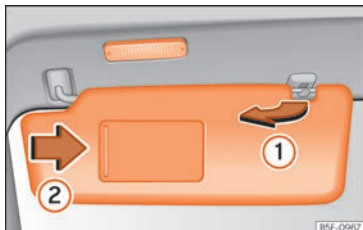

Abb. 91 Sonnenblende.
- Die Sonnenblende kann aus der Befestigung entnommen und zur Tür gedreht werden » (Abb. 91) ①.